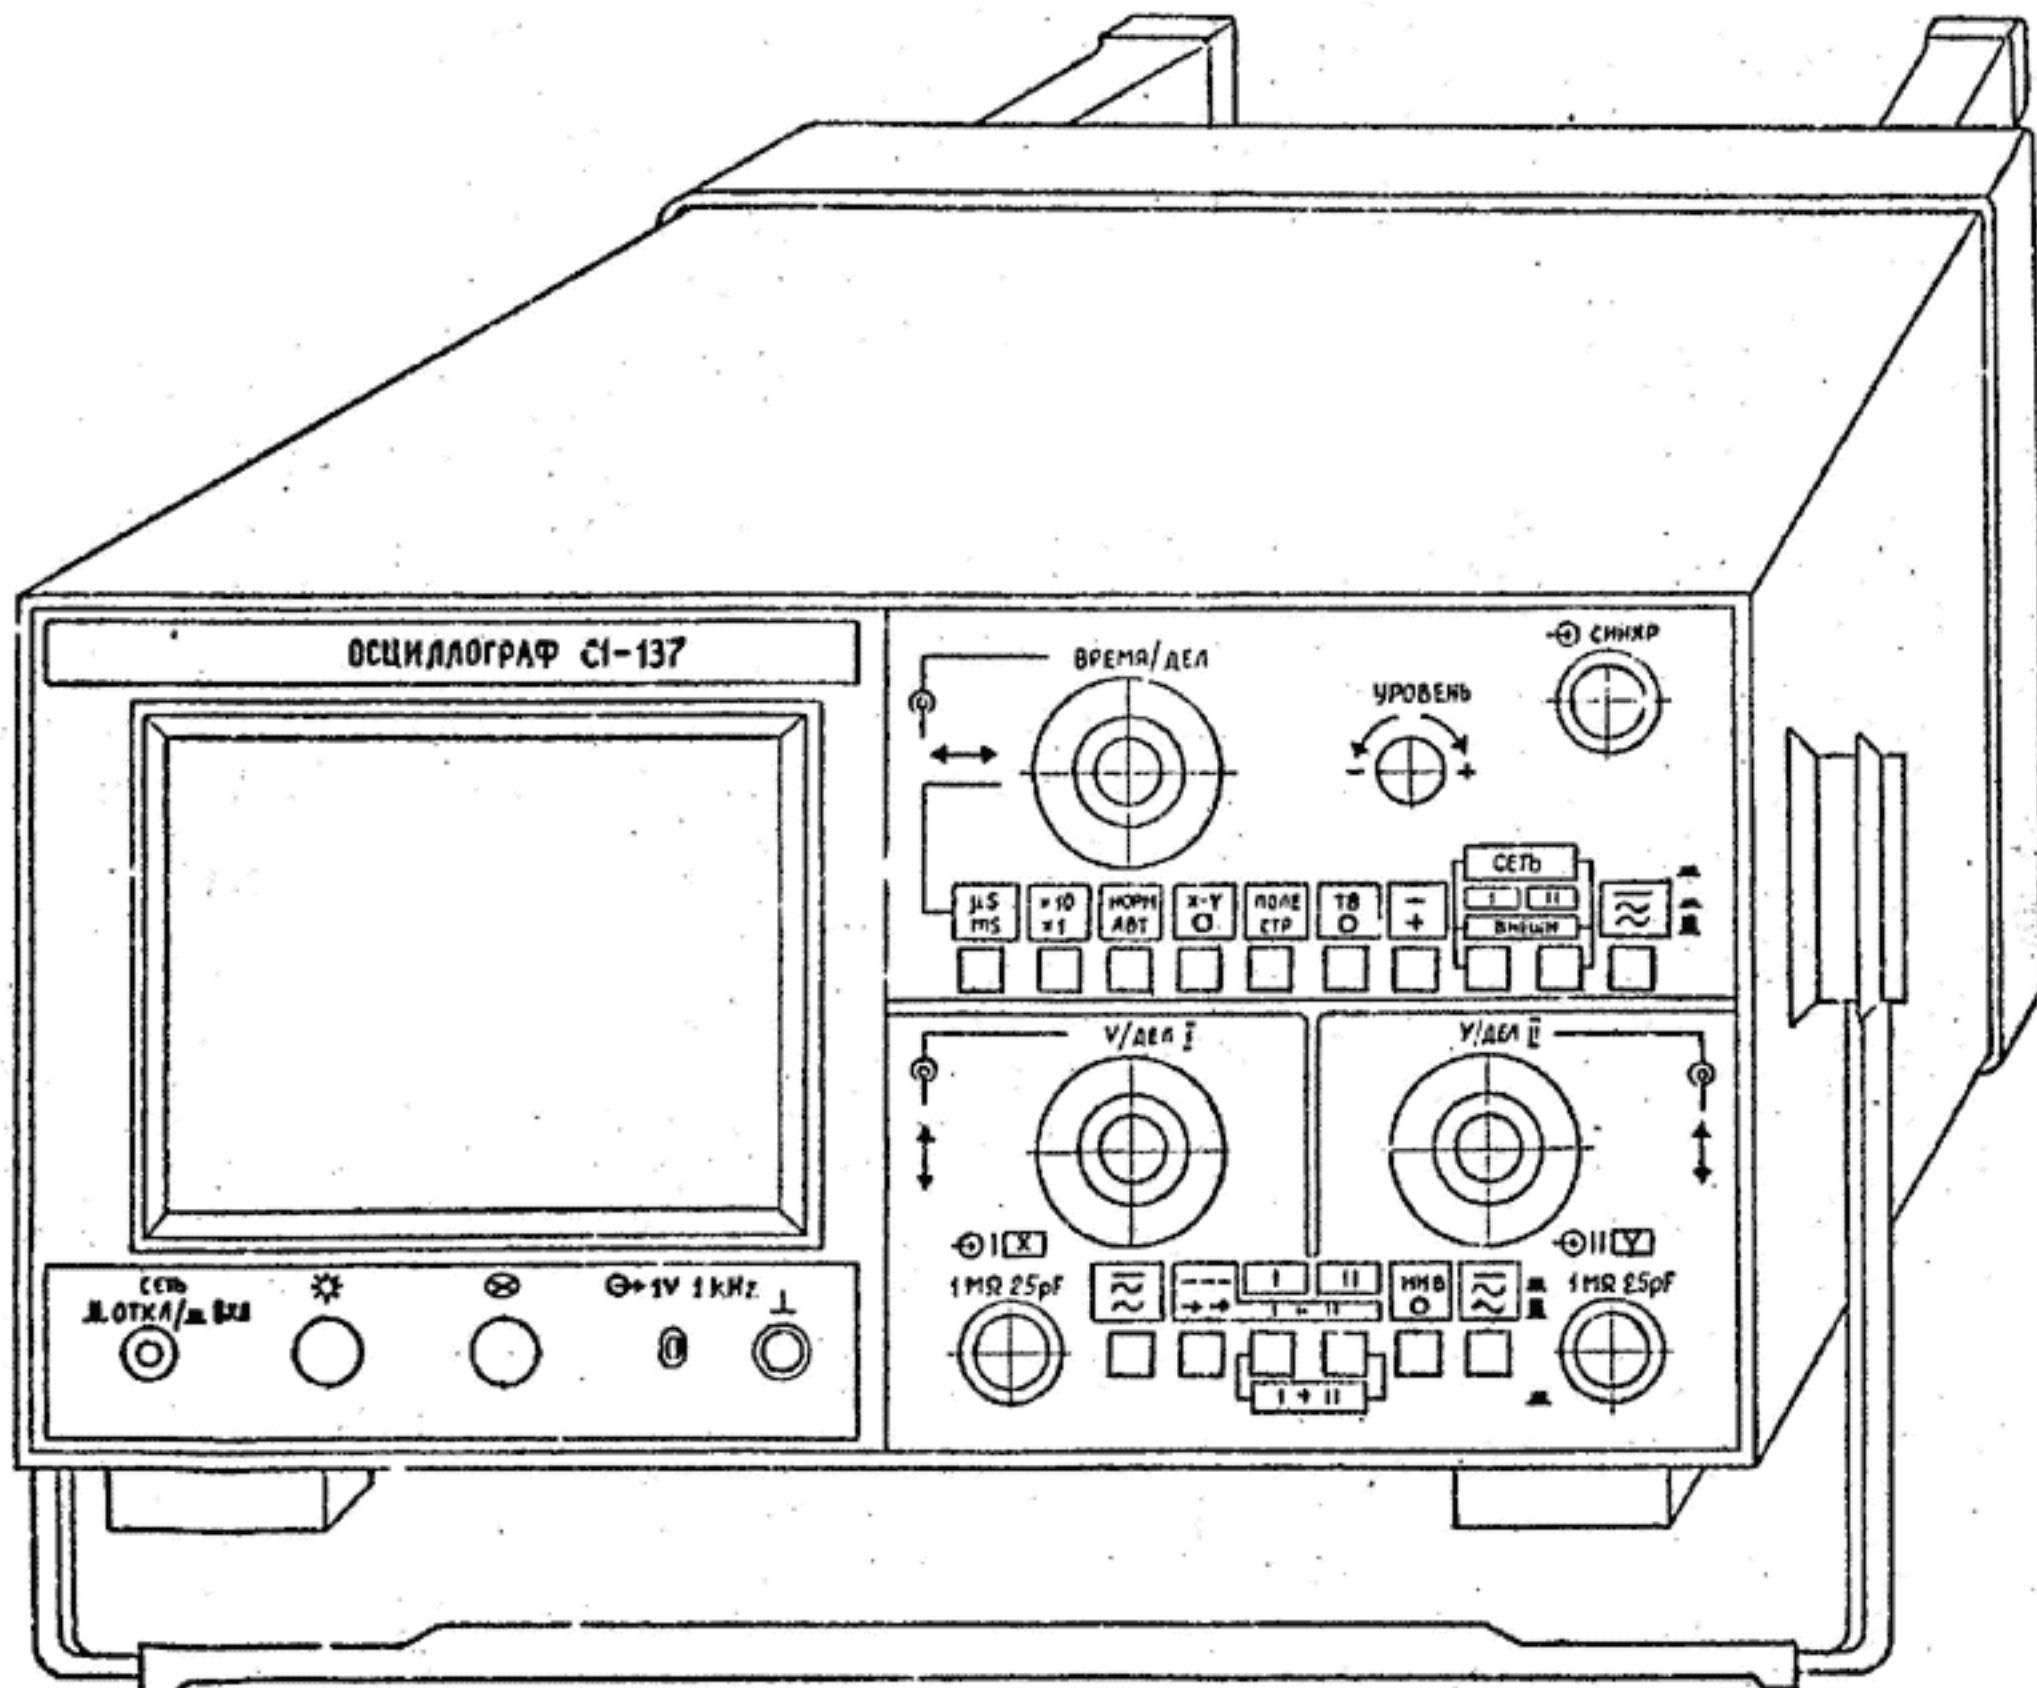

РИС. 1.1
2.1. ОСЦИЛЛОГРАФ (Рис.1.1.) ПРЕДНАЗНАЧЕН ДЛЯ ИССЛЕДОВАНИЯ ФОРМЫ НЕПРЕРЫВНЫХ И ИМПУЛЬСНЫХ СИГНАЛОВ ПУТЕМ ИЗМЕРЕНИЯ ИХ АМПЛИТУДНЫХ И ВРЕМЕННЫХ ПАРАМЕТРОВ В ДИАПАЗОНЕ НАПРЯЖЕНИЙ ОТ 6 мV ДО 400 мV (РАЗНАХ) С ДЕЛИТЕЛЕМ 1:10 - ДО 3000 мV И ДЛИТЕЛЬНОСТИ ОТ 50 нS ДО 2S В ПОЛОСЕ ЧАСТОТ ОТ 0 ДО 25 MHz.